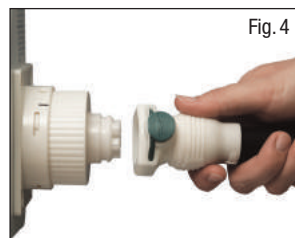

Fig. 4
3. Sluit de luchttoevoerslang van het kussen op de adapter aan waarbij u de uitlijningsmarkeringen (Fig. 4) overeenstemt. Zorg ervoor dat dit correct op zijn plaats is geklikt, indien niet kan er een lek optreden.